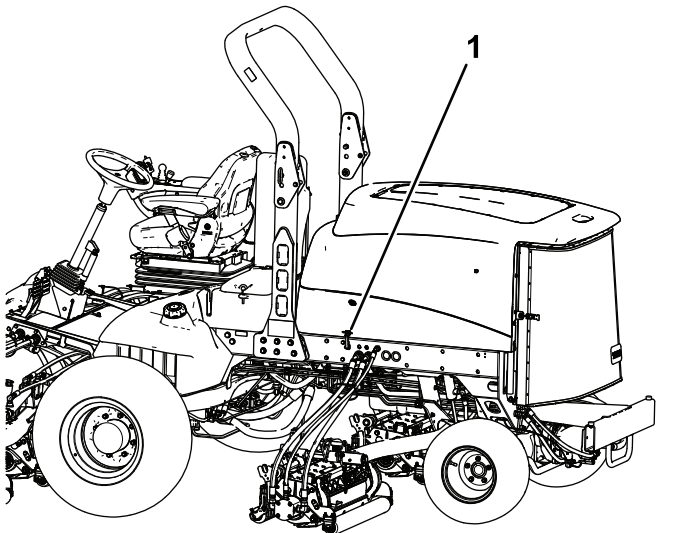

Bild 66
1. Lösen Sie die Motorhaubenriegel (Bild 66) und öffnen die Motorhaube.